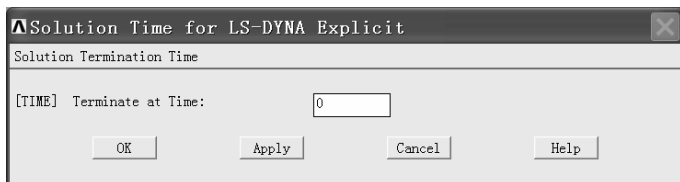

图 4-29 “Solution Time for LS-DYNA Explicit”窗口
(1) 依次选择 Main Menu>Preprocessor>Solution>Time Controls>Solution Time, 弹出“Solution Time for LS-DYNA Explicit”窗口(见图 4-29)。